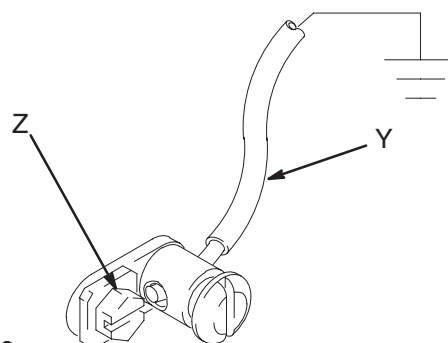

Abb. 2
Erdungsschraube (Z) herausdrehen und durch die Öse des Kabelschuhs am Ende des Erdungskabels (Y) einführen. Erdungsschraube wieder an der Pumpe befestigen und gut festziehen. Siehe Abb. 2. Das andere Ende des Kabels mit einem guten Erdungspunkt verbinden. Zu bestellen: Erdungskabel und Klammer, Teile-Nr. 222011.